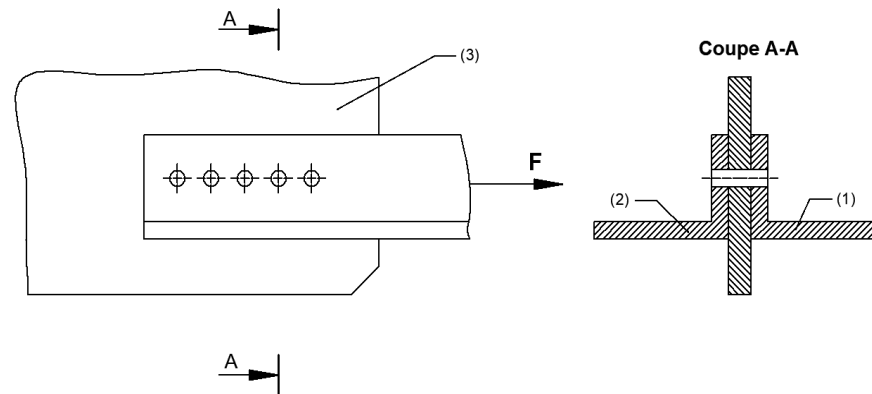

Figure. 6.9 : Assemblage cornières-gousset
Un assemblage de deux cornières (1) et (2) avec un gousset (3), représenté dans la figure 6.9. F est la force appliquée sur les cornières, les rivets utilisés pour l'assemblage sont en aciers et ont pour diamètre d et une résistance pratique τ_p .